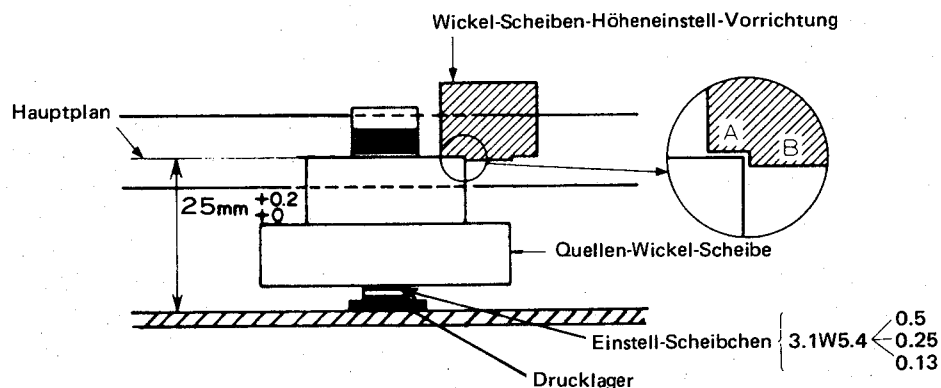

Abbildung 38.
1. Die Wickelscheibe auf den Hauptplan legen und prüfen, daß die Höhe der Wickelscheibe niedriger als der Teil "B" von Abb. 38 ist, indem man die Wickelscheiben-Höhen-einstell-Vorrichtung verwendet. Ist die Höhe nicht entsprechend, dann korrigiere man sie mit dem Höhen-einstell-Scheibchen (dieses Scheibchen ist in drei Ausführungen erhältlich (3,1W5,4-0,25), (3,1W5,4-0,5) und (3,1W5,4-0,13)).